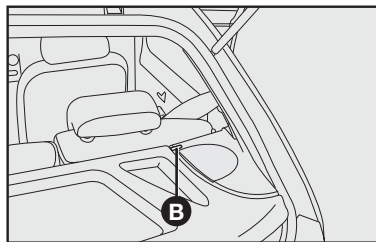

fig. 127
2) Suelte los tornillos **A**-fig. 127 de la repisa trasera de sus propios alojamientos y luego quítela.